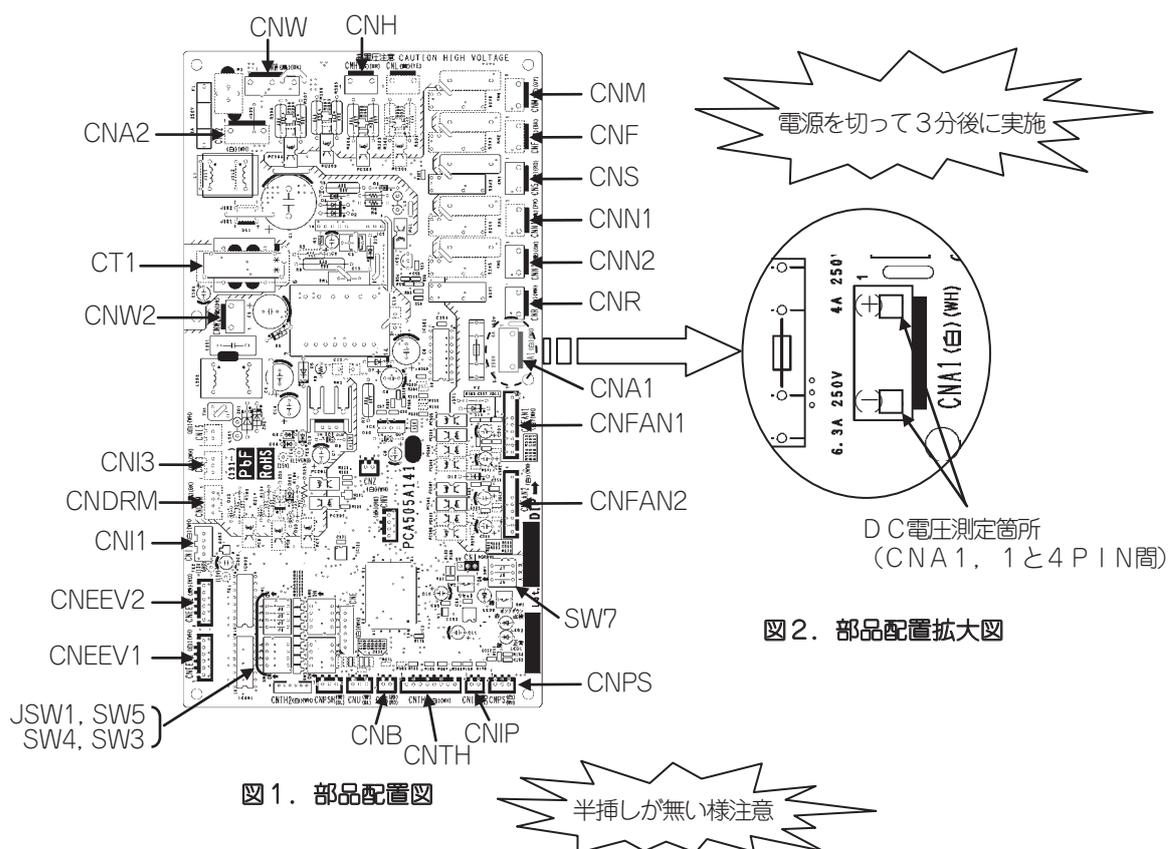

図2. 部品配置拡大図
- 2) ハーネスが接続されている状態で、図2に示す制御基板のコネクタCNA1（1-4ピン間）の**DC電源電圧を測定し、20V以下（コンデンサ放電後の電圧）である事**を確認してください。